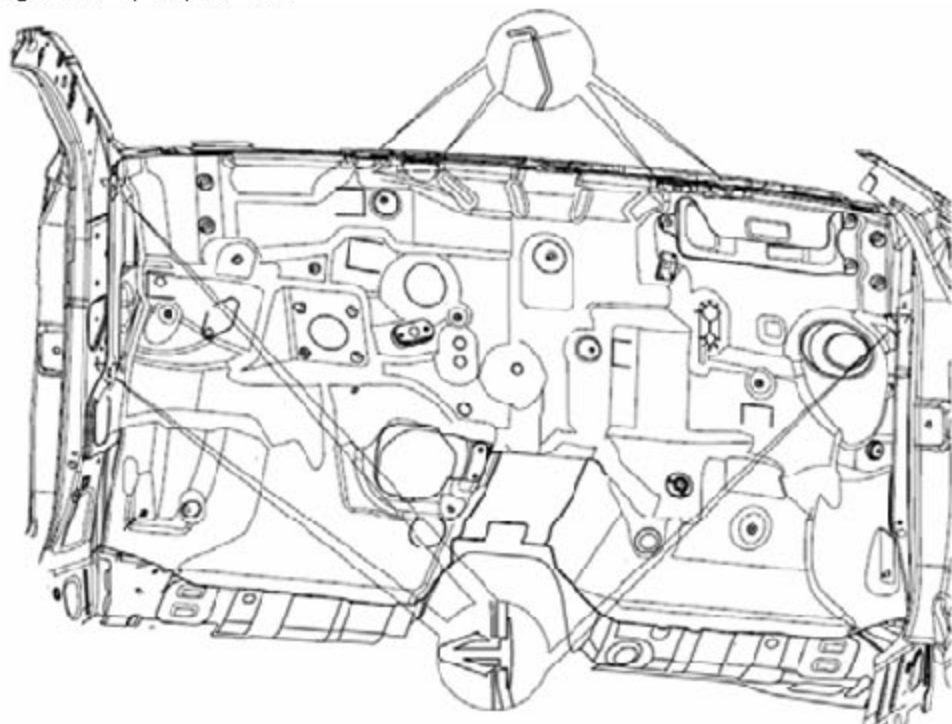

图 7-7-1 前围隔热垫拆卸示意图
B). 用平口螺丝刀辅助撬松三个固定卡扣（图 7-7-1 所示）并取下，然后再把隔热层上边缘从钣金挂耳上脱离，再把前围隔热层往后从钣金上退出来即可。